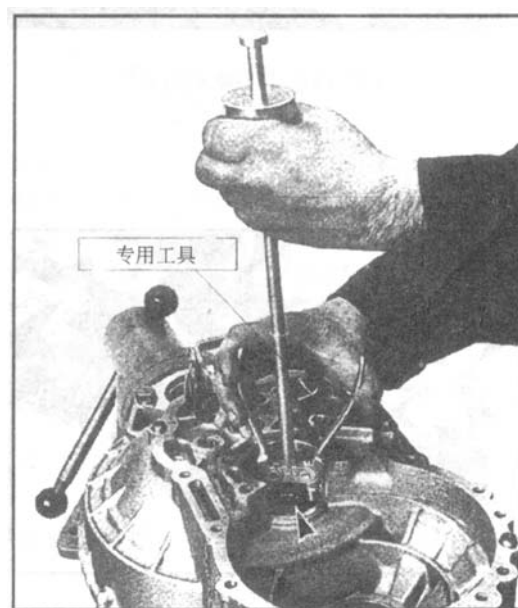

图 4-66 调整输出轴（四）
(5) 取出输出轴轴承外圈，取出预先垫入的调整垫片。用最少数目的调整垫片组成规定的厚度，然后放入相应位置，再压入输出轴前轴承外圈，如图 4-66 所示。用齿轮油润滑轴承，插入输出轴。放上轴承挡板，旋入螺栓并用 $40\text{N} \cdot \text{m}$ 的力矩拧紧。